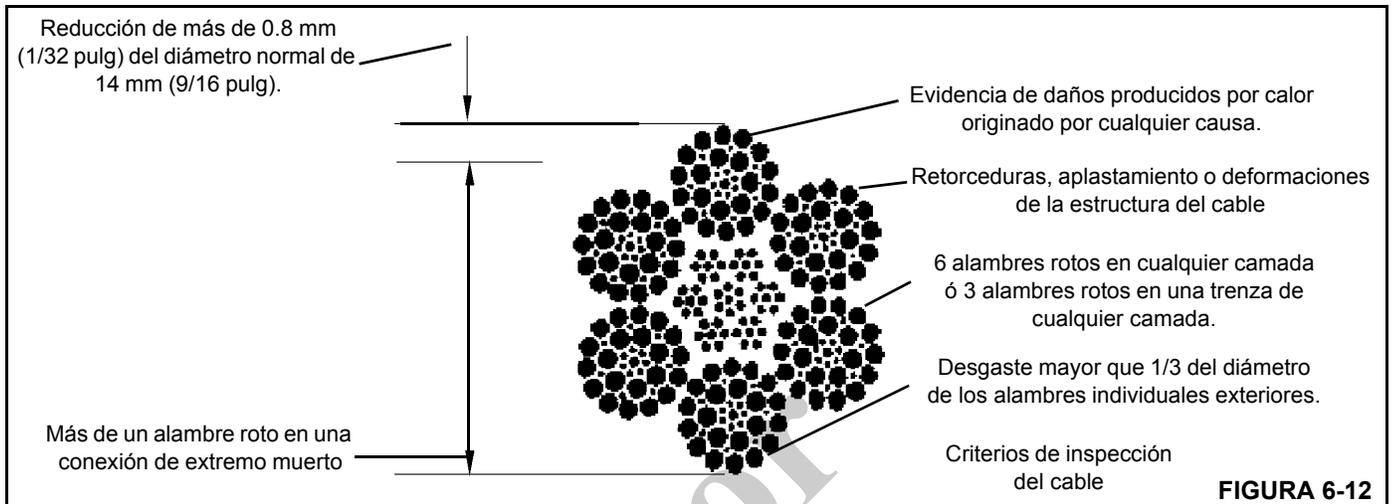

FIGURA 6-12
1. **Cable** - Inspeccione si existe daño, corrosión o desgaste en el cable. Lleve un registro de cada inspección. Cambie el cable si se presenta alguna de las condiciones que se indican en la Figura 6-12.